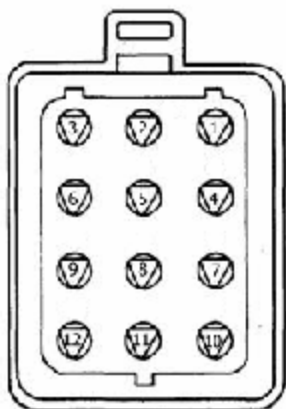

Рис. 1. Колодка ГАЗ-12.
- На а/м ГАЗ с ЭБУ МИКАС 5.47/7.1/7.2, ИТЕЛМА VS5.6, МИКАС 11 устанавливается 12-ти контактная диагностическая колодка ГАЗ-12 (см.рис.1), для подключения используйте кабель ГАЗ-12. Колодка расположена в моторном отсеке.